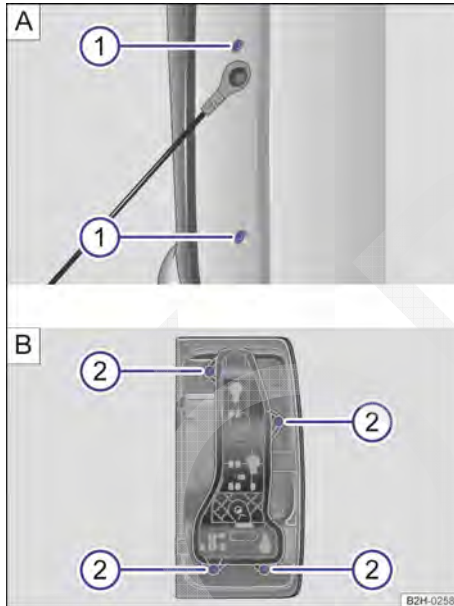

Fig. 197 A: lateralmente no compartimento de carga: remover a lanterna traseira. B: soltar o suporte da lâmpada.
3.	Remover os 2 parafusos Phillips → Fig. 197 ① A com a chave de fenda das ferramentas de bordo.